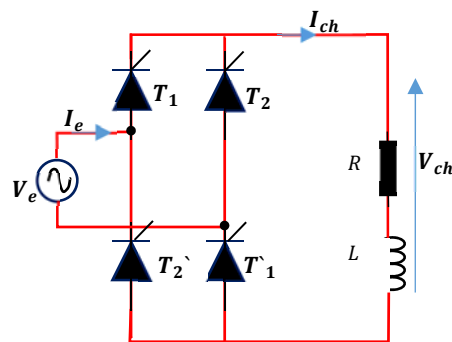

Fig II.6 : Redressement monophasé double alternance commandé charge R, L
Le montage (Figure II.6) sans diode de roue libre fonctionne en redresseur de courant, ou en *onduleur assisté* sous certaines conditions. On suppose que le courant débité est strictement constant (*charge fortement inductive*).
- Réaliser le montage de la **figure II.6**